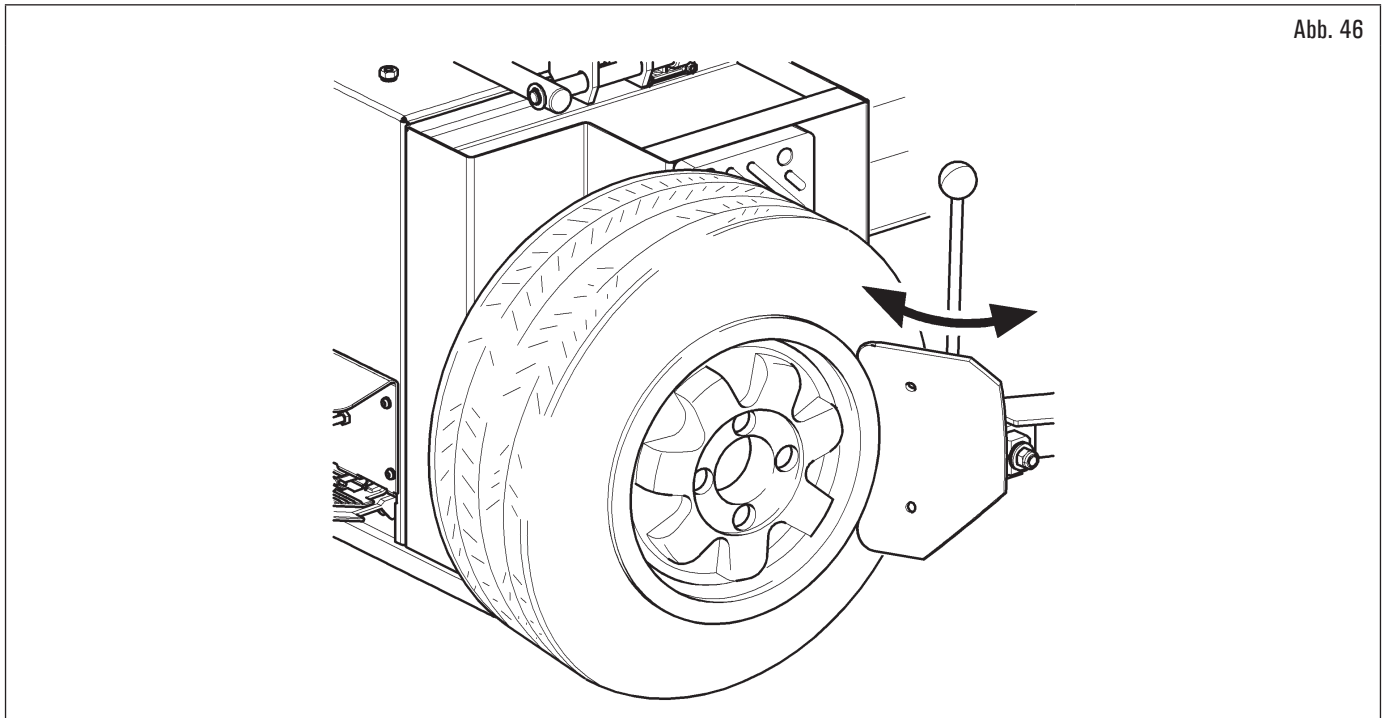

Abb. 46
1. bringen Sie das Rad wie in Abb. 46 gezeigt an und nähern Sie das Abdrückschaufel dem Rand der Felge;